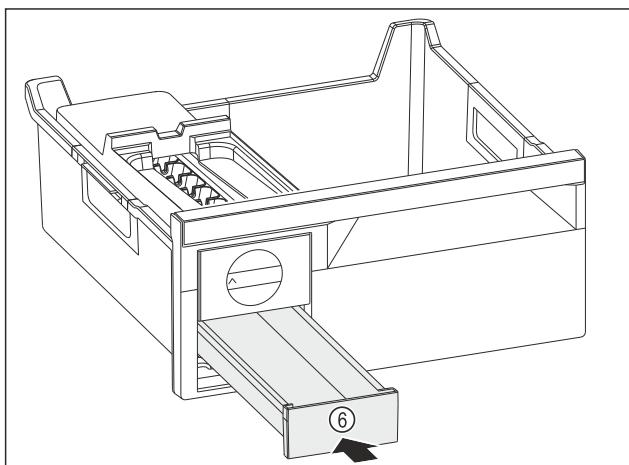

Fig. 79
- ▶ Umetnite Fig. 79 (6) pretinac za kockice leda.